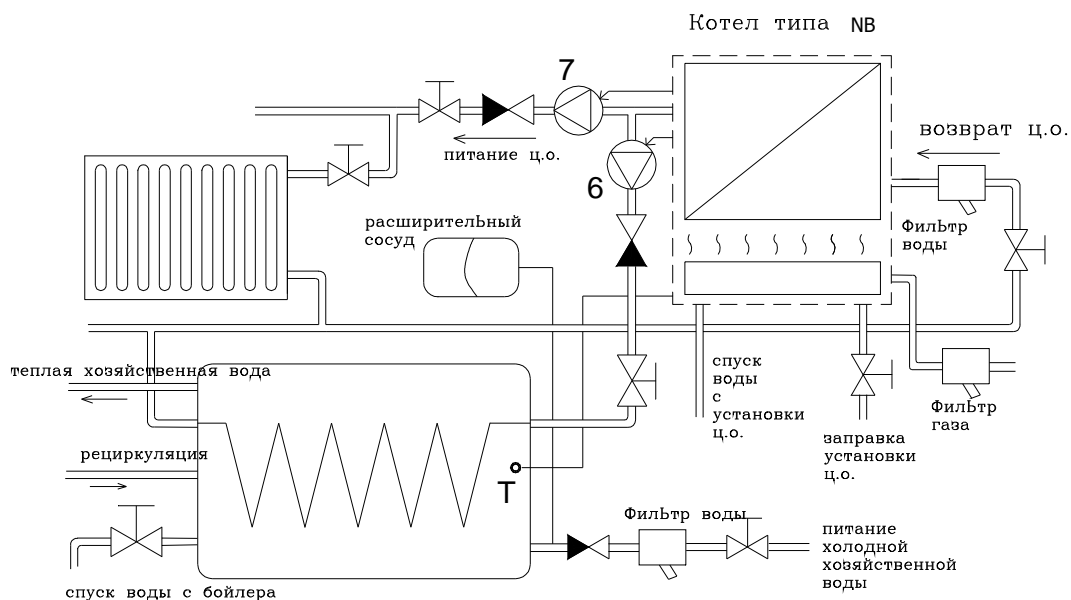

Рис. 3.6.4. Пример подключения котла типа NB к отопительной установке и к бойлеру теплой хозяйственной воды
- установку центрального отопления и теплой хозяйственной воды сделать согласно рис.3.6.4 с особенным учитывнием применения возвратных клапанов перед насосами